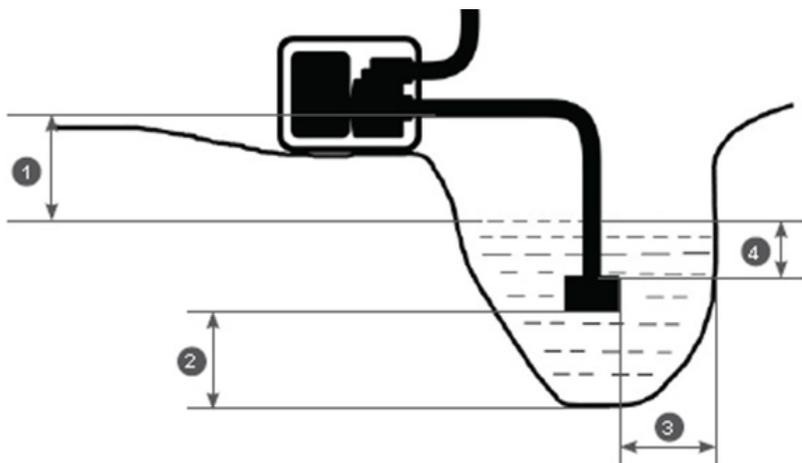

Рис. 16 Расположение мотопомпы и всасывающего фильтра
1. Установите мотопомпу вблизи водоема (емкости) на твердую ровную горизонтальную поверхность, опустите всасывающий рукав с установленным фильтром в водоем (емкость), обеспечив вертикальное положение фильтра. При расположении всасывающего рукава с установленным фильтром соблюдайте все требования, указанные на Рис. 16.
2. Необходимо установить мотопомпу как можно ближе к водоему. Чем меньше высота расположения мотопомпы по отношению к уровню забора воды (Рис. 16 п. 1), тем быстрее происходит всасывание жидкости и выше производительность насоса.
*Не превышайте высоту расположения мотопомпы по отношению к уровню забора воды (Рис. 16 п. 1).*
4. В процессе выкачивания воды из водоема (емкости) уровень воды в водоеме (емкости) будет естественным образом понижаться. Если требуемые расстояния (Рис. 16 п. 2, 3, 4) между всасывающим фильтром и стенками, и дном водоема (емкости) не соблюдаются, выкачивание воды следует прекратить.